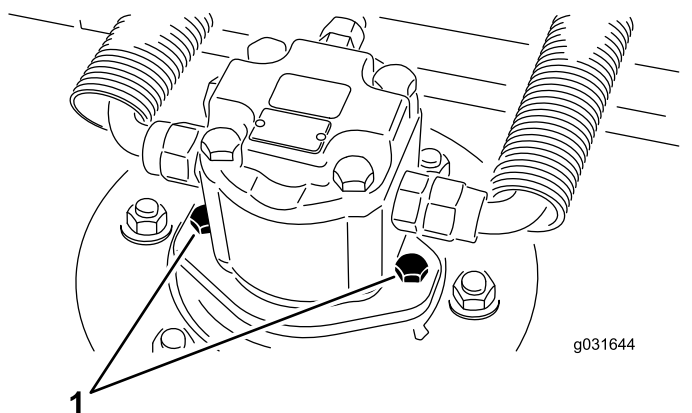

Figura 65
2. Retire os parafusos de montagem do motor hidráulico e desligue e retire o motor hidráulico da plataforma (Figura 65).
4. Utilizando os parafusos de montagem do motor hidráulico, instale o motor hidráulico na plataforma (Figura 65).